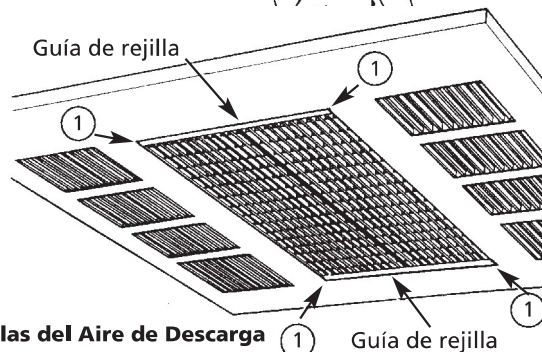

Figura 12 – Instalación de las Rejillas del Aire de Descarga
**⚠ ADVERTENCIA** Para impedir que las guías de las rejillas de descarga se caigan, éstas deben encajarse (fijarse) en posición como se muestra en la Figura 12.